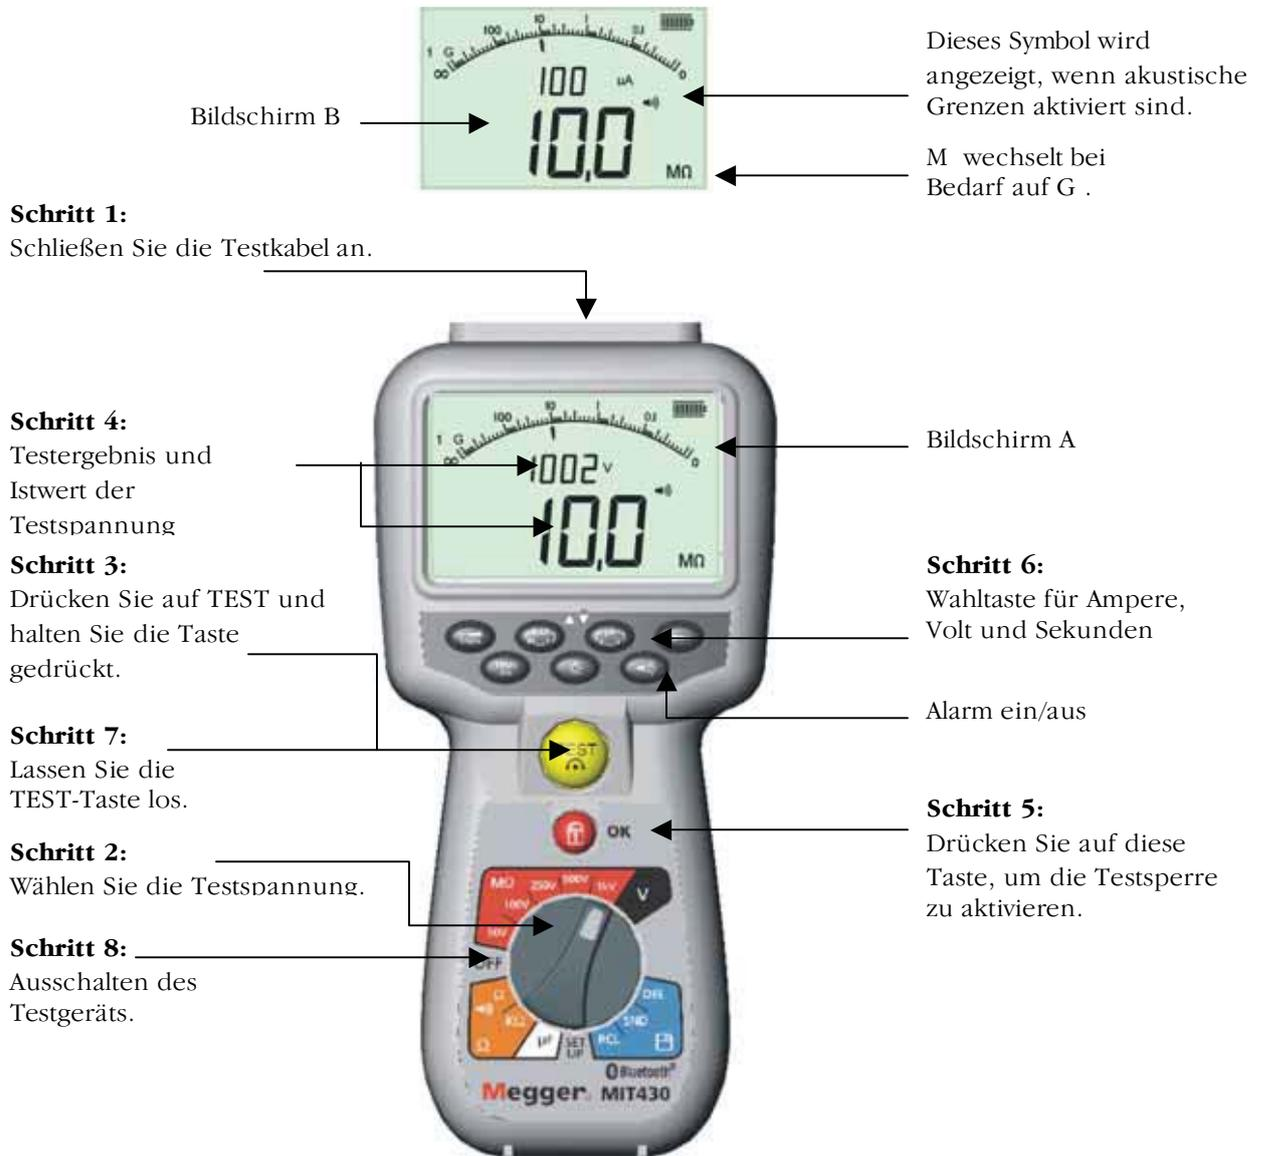

Abb. 6 Standardmodus für den Isolierungstest
(Siehe Abb. 6)
- Der Wert des Isolierungswiderstands wird sowohl in analoger als auch digitaler Form zusammen mit dem Wert der tatsächlichen Testspannung auf dem Sekundärdisplay angezeigt (siehe Bildschirm A in Abb. 6).